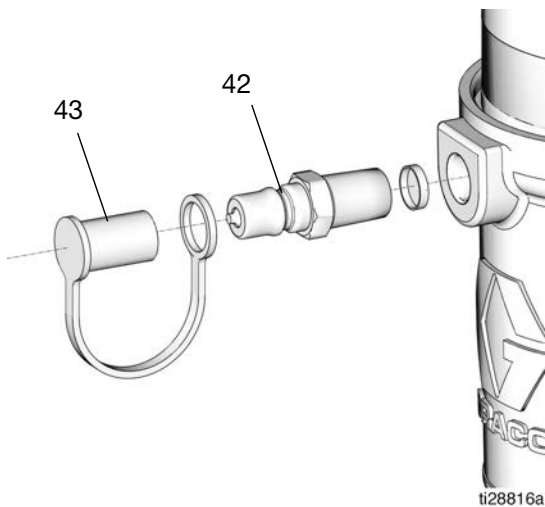

FIG. 10
5. Quite el tapón de llenado (43) y use una llave para aflojar y retirar con cuidado el espárrago de llenado (42). (FIG. 10).